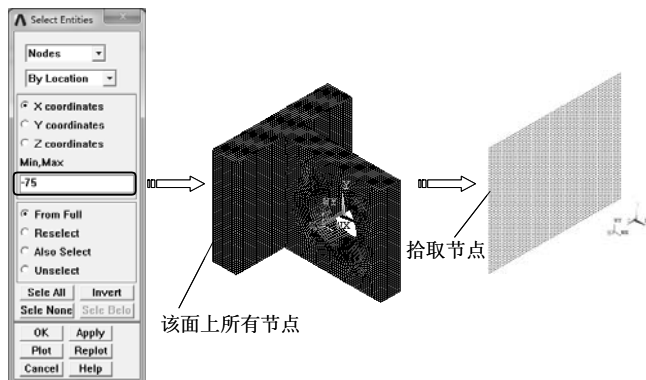

图 6-102 通过位置选取
1) 选择“Utility Menu>Select>Entities”命令，弹出“Select Entities”对话框，选择拾取对象为“Nodes”，拾取方式为“By Location”，选中“X coordinate”单选按钮，在“Min, Max”文本框中输入坐标值-75，单击“OK”按钮完成节点选取，如图 6-102 所示。